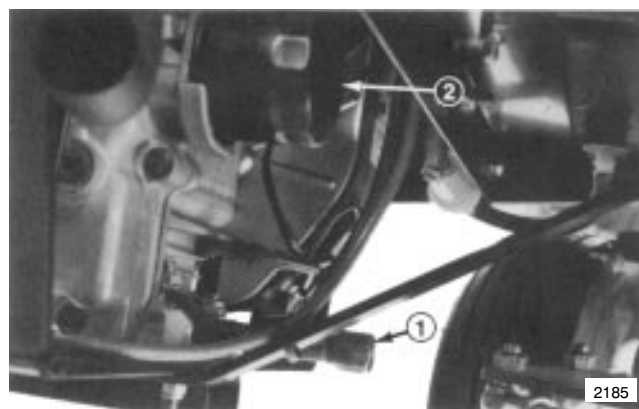

Figure 17
3. Placer un récipient sous l'ouverture de vidange et retirer le bouchon de vidange d'huile (Fig. 17).
2. Déposer le filtre usagé et essuyer l'adaptateur du filtre et la surface du joint (Fig. 17).